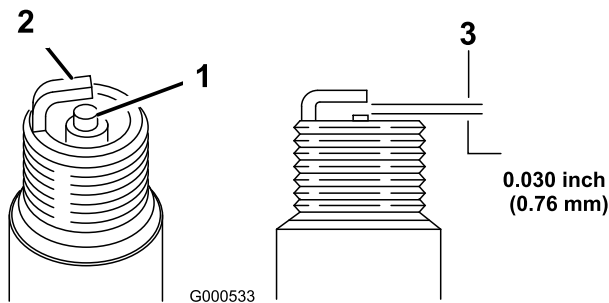

Figura 23
5. Fije el hueco entre los electrodos en 0.76 mm (0.030 pulgadas) (Figura 23).